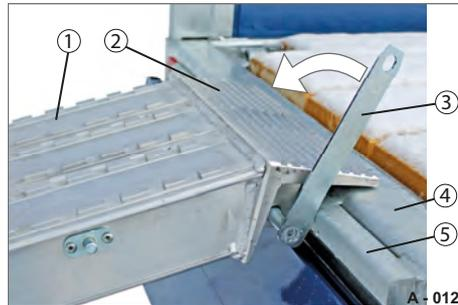

Abb. 16 Sicherungshebel, geöffnet
- ▶ Überfahrblech (Abb. 16/2) auf die Ladeflächenkante (Abb. 16/4) legen.
- ▶ Sicherungshebel (Abb. 16/3) herunterziehen.